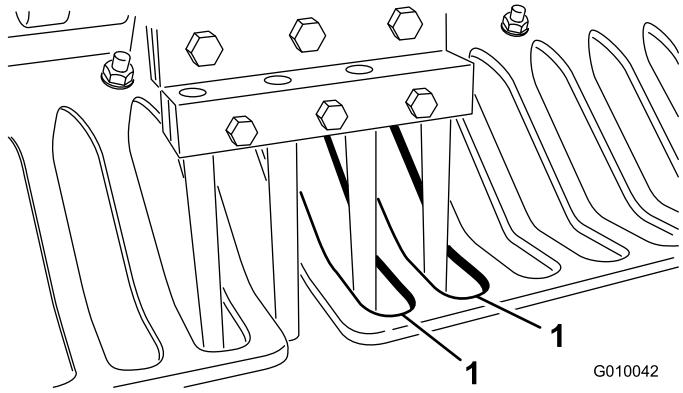

**Bild 25**
5. Setzen Sie Tines in den zweiten und fünften Tines-Halter ein (Bild 25). Ziehen Sie die Schrauben fest.